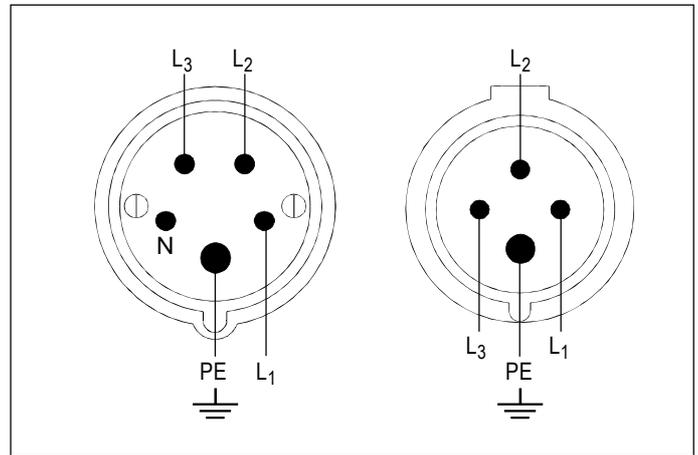

Abb. 6
- Gelb-grüner Leiter = Schutzleiter (PE). Übrige Leiter L1, L2, L3 sind an drei Phasen des Netzsteckers angeschlossen (Abb. 6). Phasenfolge ist nicht zu beachten.